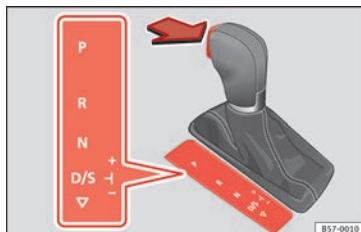

Fig. 181 Verrouillage du levier sélecteur.
- Appuyez sur la pédale de frein et maintenez simultanément la touche de verrouillage enfoncée indiquée par la flèche » fig. 181.